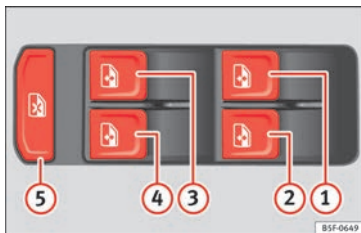

Fig. 131 Détail de la porte du conducteur : commandes des fenêtres.
Les touches » **fig. 131** ①, ②, ③ et ④ disposent de deux positions pour l'ouverture des glaces et de deux autres pour leur fermeture. Il est ainsi plus simple de contrôler les processus d'ouverture et de fermeture.